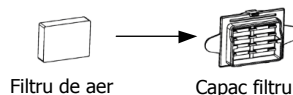

Fig. 12-1
(1) Atașați filtrul de aer de capacul filtrului, așa cum se arată în Fig. 12-1.